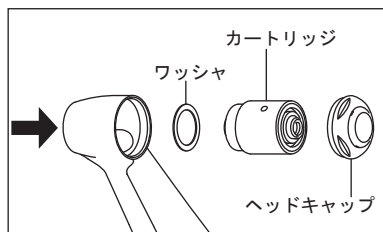

図8
- 5) テストバー等を使用して、ヘッドからカートリッジを押し出します。(図8)